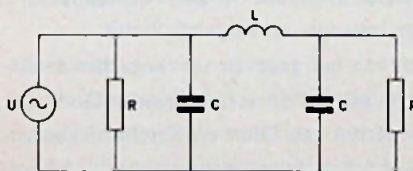

Fig. 8
② In fig. 8 is de momentele waarde van de spanning U :